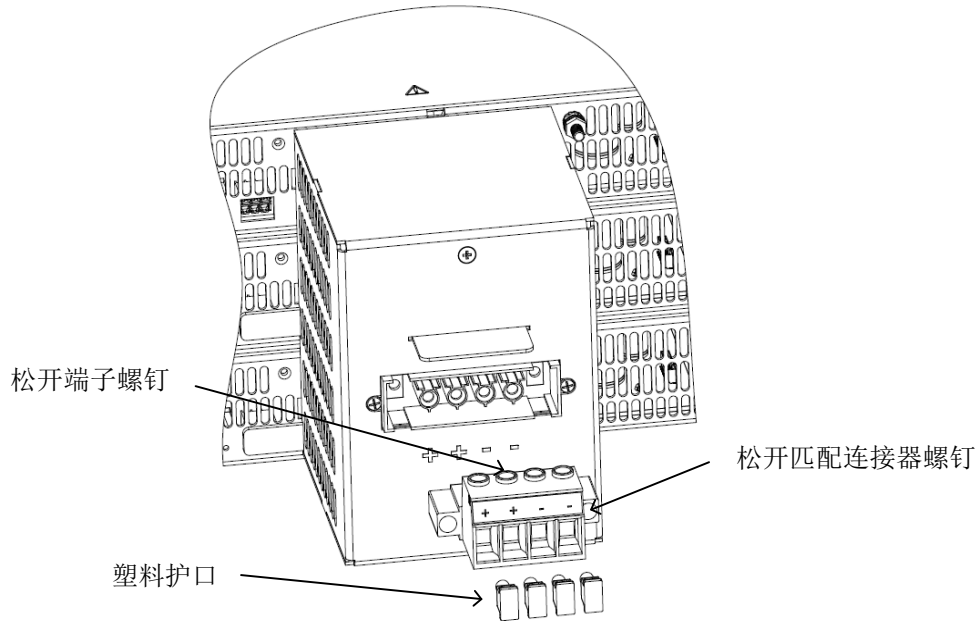

图 4-74：输出连接器拆卸
2. 从电源后面板上拧下匹配连接器并松开端子螺钉，取下塑料护口。请参见图 4-74（所示为 15kW，也适用于 10kW）。